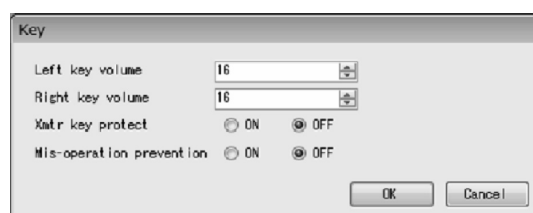

図95
- ① メニューの「Setup(S)」をクリックし、「Key」を選び再度クリックします。
② 次のウィンドウ(図95)が表示されます。ここでは変換器キーの感度等を設定します。